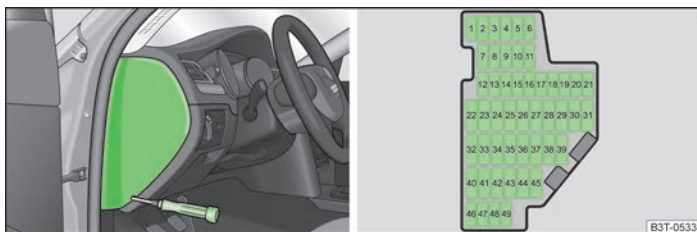

Fig. 183 Tapa de la caja de fusibles/Representación esquemática de la caja de fusibles
- Extraer la tapa de la caja de fusibles con ayuda de un destornillador » fig. 183.